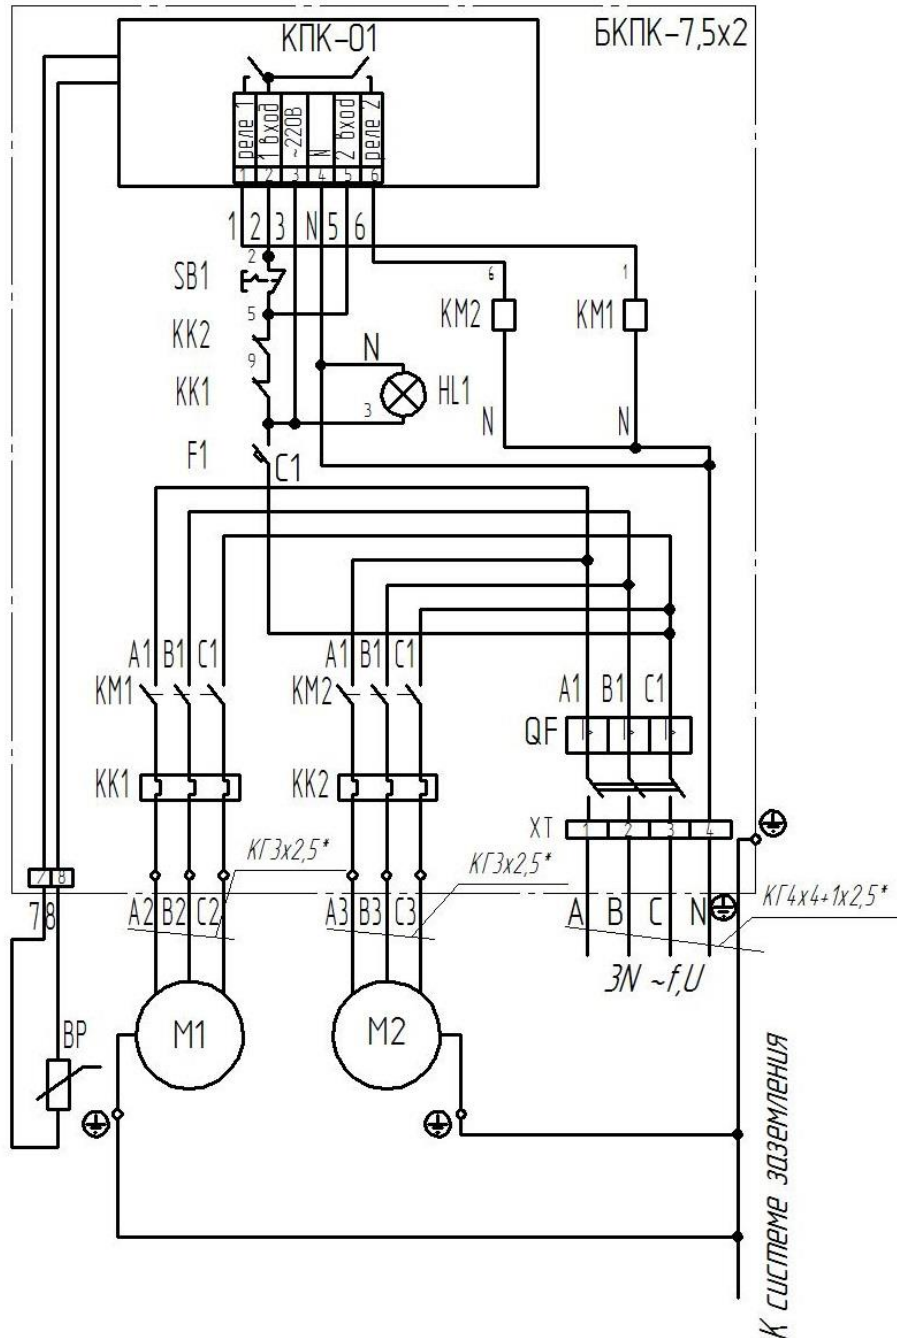

Рисунок 3 – Схема электрическая принципиальная
6.8 Разводку подводящих проводов необходимо произвести в соответствии с требованиями «Правил технической эксплуатации электроустановок потребителем», согласно схеме электрической принципиальной и соединений компрессорной установки К20М (рис.3).
7.1.1 Убедиться в правильности подключения шкафа согласно схеме электрической принципиальной и соединений (рисунок 3).